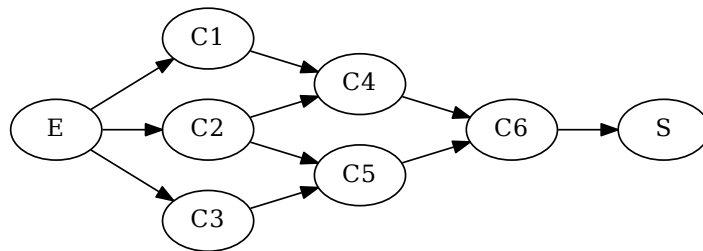

FIGURE 3: Recherche automatique de coupes minimales d'ordre 1
**Exemple 6.1** Soit le diagramme de fiabilité donné par la figure 3, sur avec lequel on applique la méthode sus-citée.